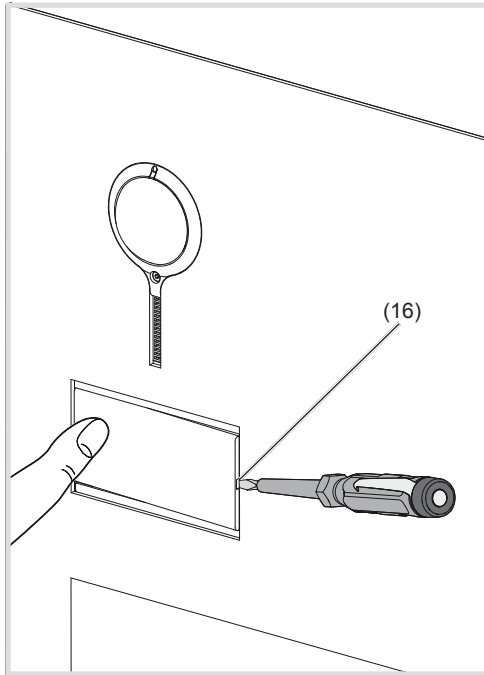

Bild 3: Namensschild Abdeckung lösen
- Schraubendreher in der Hebelöffnung (16) ansetzen und Arretierung lösen (Bild 3).